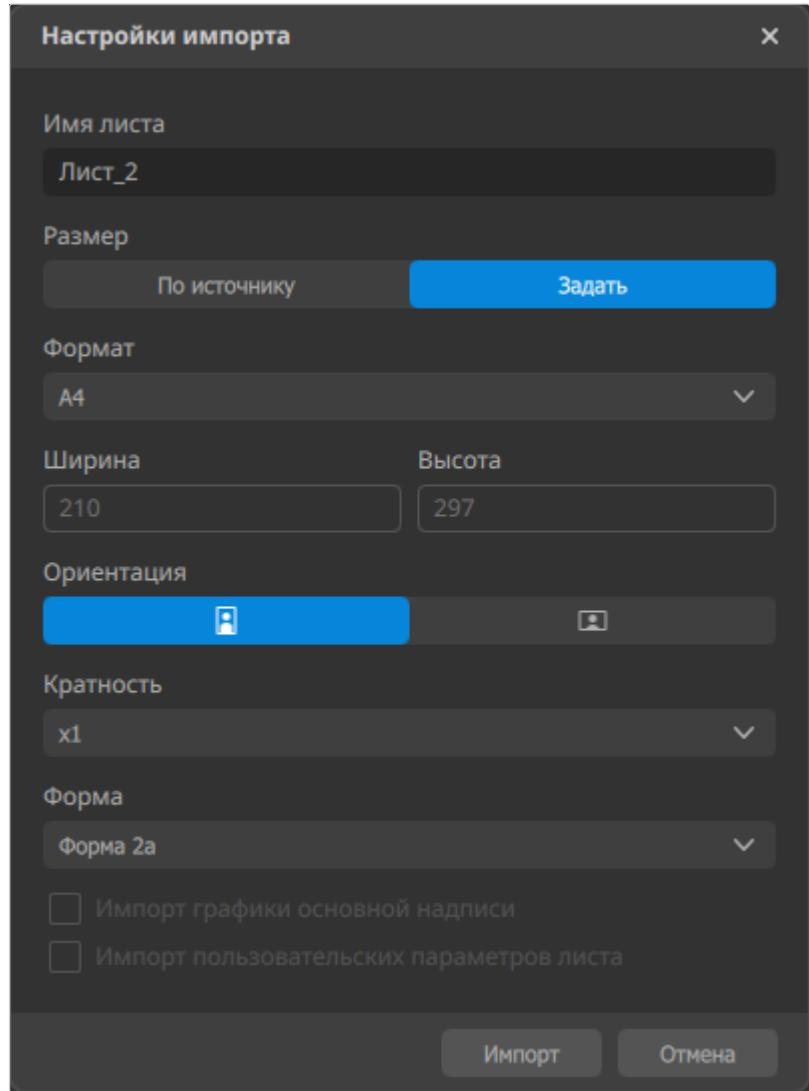

Рисунок 17. Окно «Настройки импорта»
- 3) Откроется окно «Настройки импорта» (см. рисунок 17), в котором: